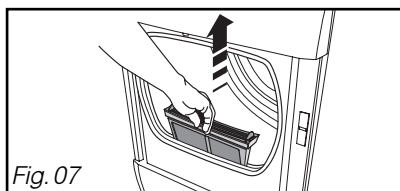

Fig. 07
- Enlevez-le de son logement en tirant de bas en haut (Fig. 07).